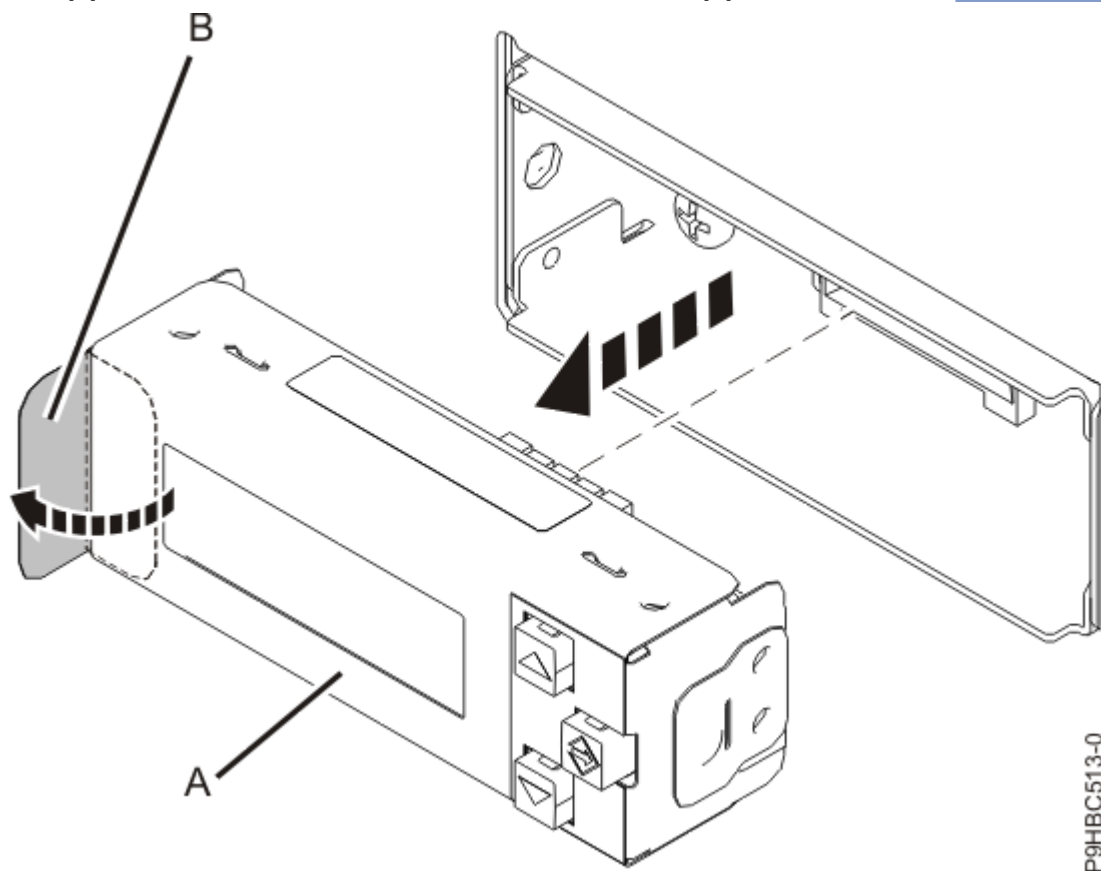

図 20. コントロール・パネル・ディスプレイの取り外し
2. タブ **(B)** を引いて、コントロール・パネル・ディスプレイ **(A)** を取り外します。22 ページの図 20